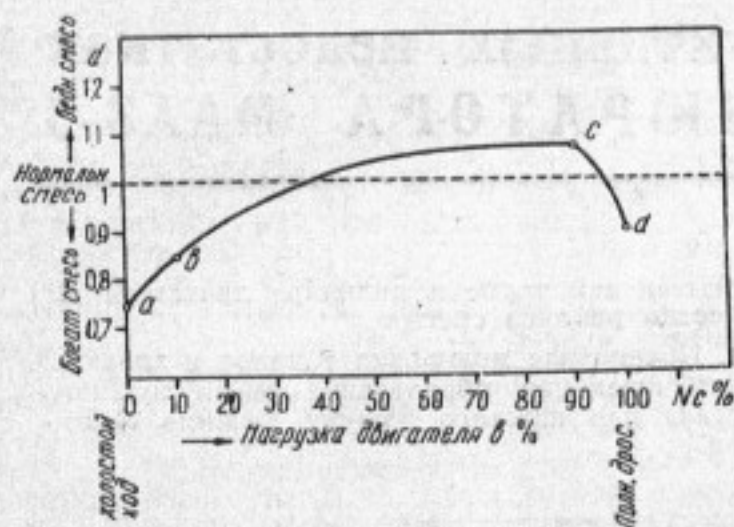

Рис. 2.
В настоящее время путем многочисленных лабораторных испытаний достаточно точно установлена характеристика идеального карбюратора. На рис. 2 дана кривая а—b—c—d, показывающая, что:
3. Экономайзер, установленный в карбюраторе МААЗ-5, обеспечивающий возможность работы двигателя с полной нагрузкой на богатой смеси (точка d на рис. 2) с переходом на обедненную смесь при закрытии дросселя (кривая d—c) приближает МААЗ-5 в отношении дозировки состава смеси к современным карбюраторам.